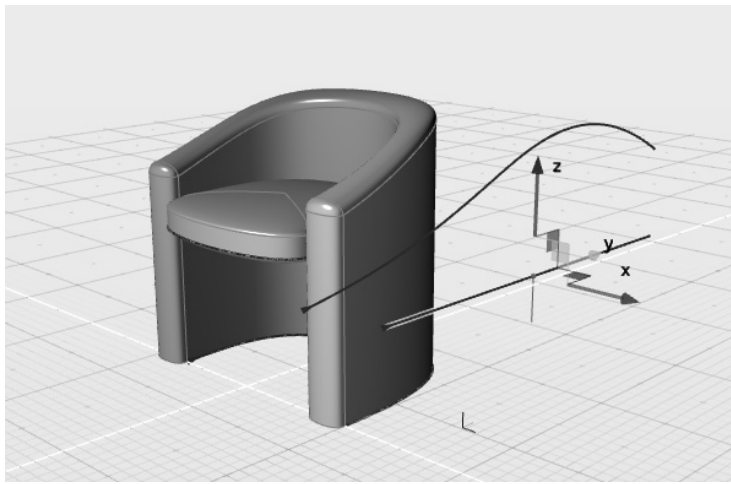

图 5-104 将直线向 Z 轴正方向平移
3) 在透视图图中, 选中之前创建的单一直线。使用“平移”工具将其向 Z 轴正方向移动 2cm。可见坐垫位置也随着直线的移动而移动, 如图 5-104 所示。